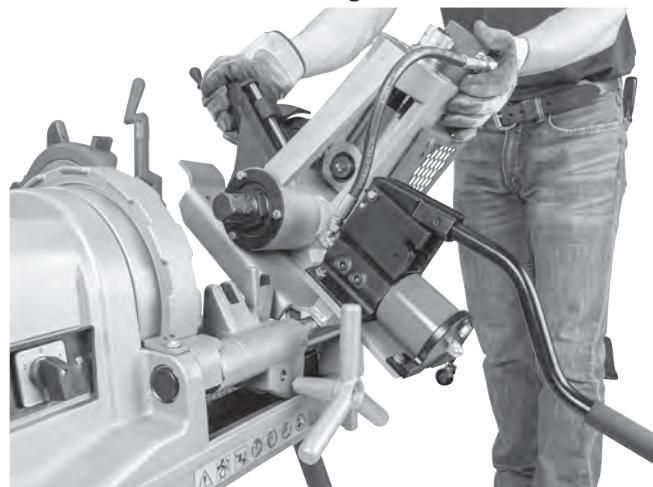

Abbildung 8B - Installation des 918 auf der 1233
4. Setzen Sie den offenen Schlitz (Pumpenseite) des Sockels über die vordere Schlittenschiene (Abbildung 8B) und senken Sie den Stabilisator auf die hintere Schlittenschiene ab.